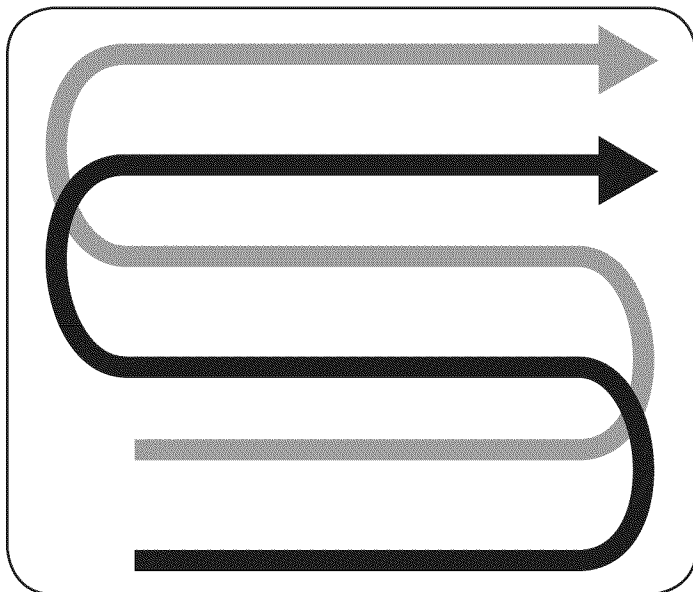

Figura 16
- Al preparar el lecho de siembra, recorra la misma senda dos veces en la primera hilera, luego traslape la mitad del ancho de la cultivadora en el resto de las pasadas. Vea la Figura 16.